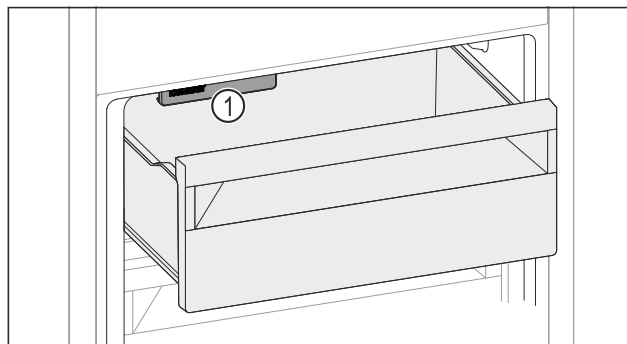

Fig. 142
- ▶ 请考虑 IceMaker Fig. 142 (1)。